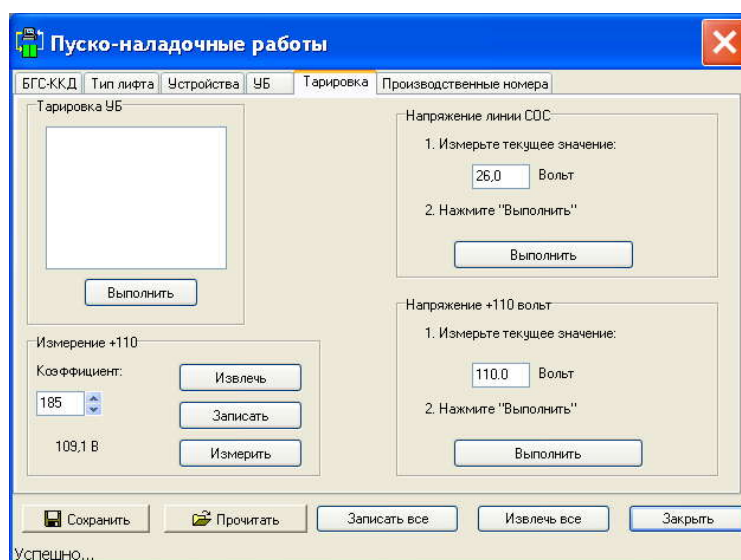

Рисунок 27 – Вкладка "Тарировка" окна "Пуско-наладочные работы"
- В главном меню программы щелкнуть левой клавишей мыши пункт меню **Окно | Пуско-наладка**. В появившемся окне перейти на вкладку **Тарировка** (рисунок 27).